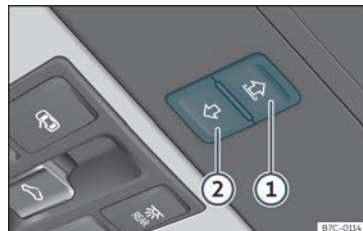

Fig. 85 No revestimento interior do teto: botões da cortina para o sol.
Os botões >>> Fig. 85 ① e ② têm dois níveis. No primeiro nível pode abrir-se ou fechar-se a cortina para o sol total ou parcialmente.
- *Cortina para o sol:* antes que decorram aprox. 5 segundos desde a ativação da função antientalamento, pressione o botão   **Fig. 85**  até que a cortina para o sol se feche completamente.